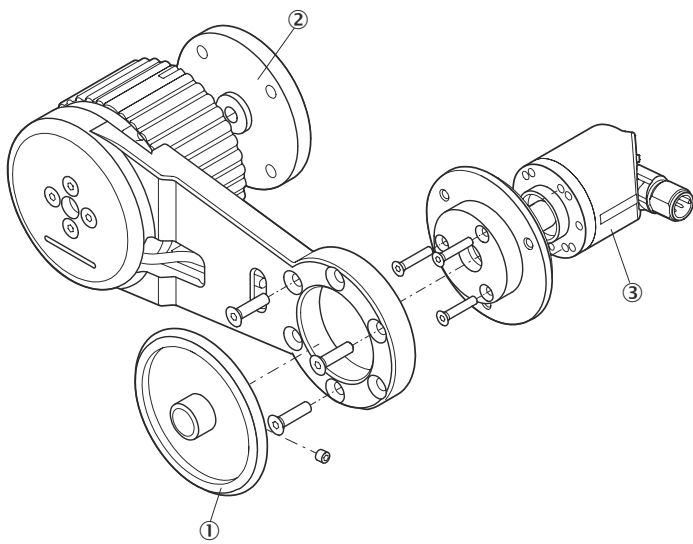
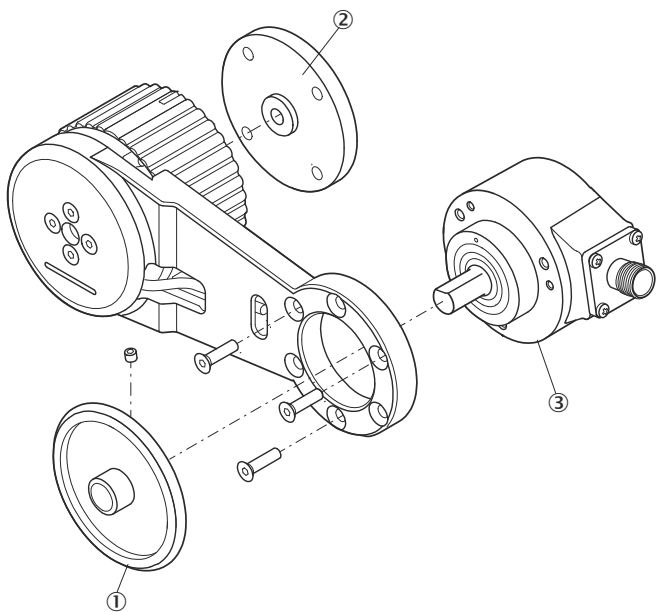

Abbildung 6: Montage des Encoders mit 36 Ø und des Messrads
Abbildung 7: Montage des Encoders mit 60 Ø und des Messrads
- Um die Schrauben für die Änderung der max. Federspannkraft erreichen zu können, muss die Adapterplatte (**siehe Abbildung 6**) von der Feststellmechanik entfernt werden.
- ▶ Die Installation des Messrads ist in **Abbildung 6** und **Abbildung 7** dargestellt. Bei der Installation des Messrads muss der Gewindestift des Messrads mit einem Drehmoment von 1,5 N angezogen werden. Zusätzlich kann Schraubenkleber verwendet werden, um ein Lösen der Schraube zu vermeiden.
- ▶ Das Gerät muss durch öffnen der Zentralschraube von der Adapterplatte entfernt werden. Wie in **Abbildung 6** und **Abbildung 7** gezeigt.